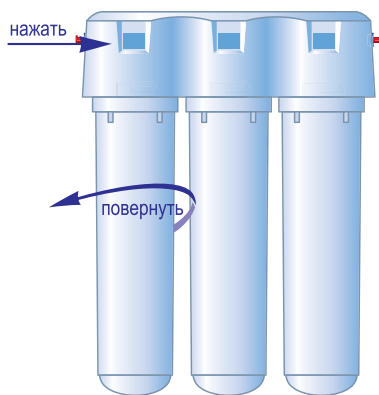

Рис. 3
- нажав до упора и удерживая стопорную кнопку на крышке водоочистителя, выкрутите использованный фильтрующий модуль против часовой стрелки (рис. 3);
- вставьте новый модуль в блок коллекторов до упора и, слегка надавливая, поверните модуль до часовой стрелки до щелчка (рис. 3);